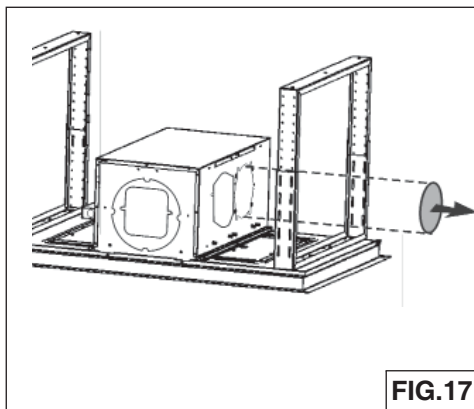

FIG.17
1. Enlever la partie pré-coupe (Fig.17).